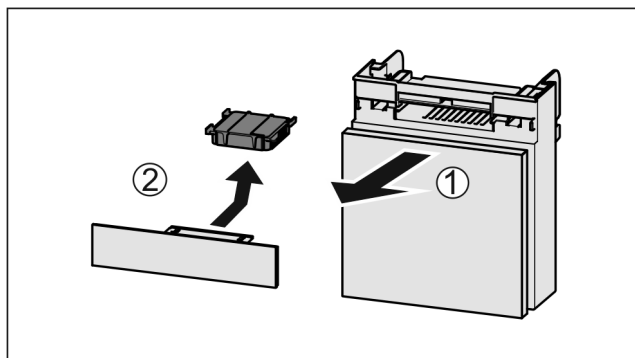

Fig. 143
- ▶ Pretinac izvucite Fig. 143 (1) prema naprijed.
- ▶ Izvadite filter s aktivnim ugljenom Fig. 143 (2).